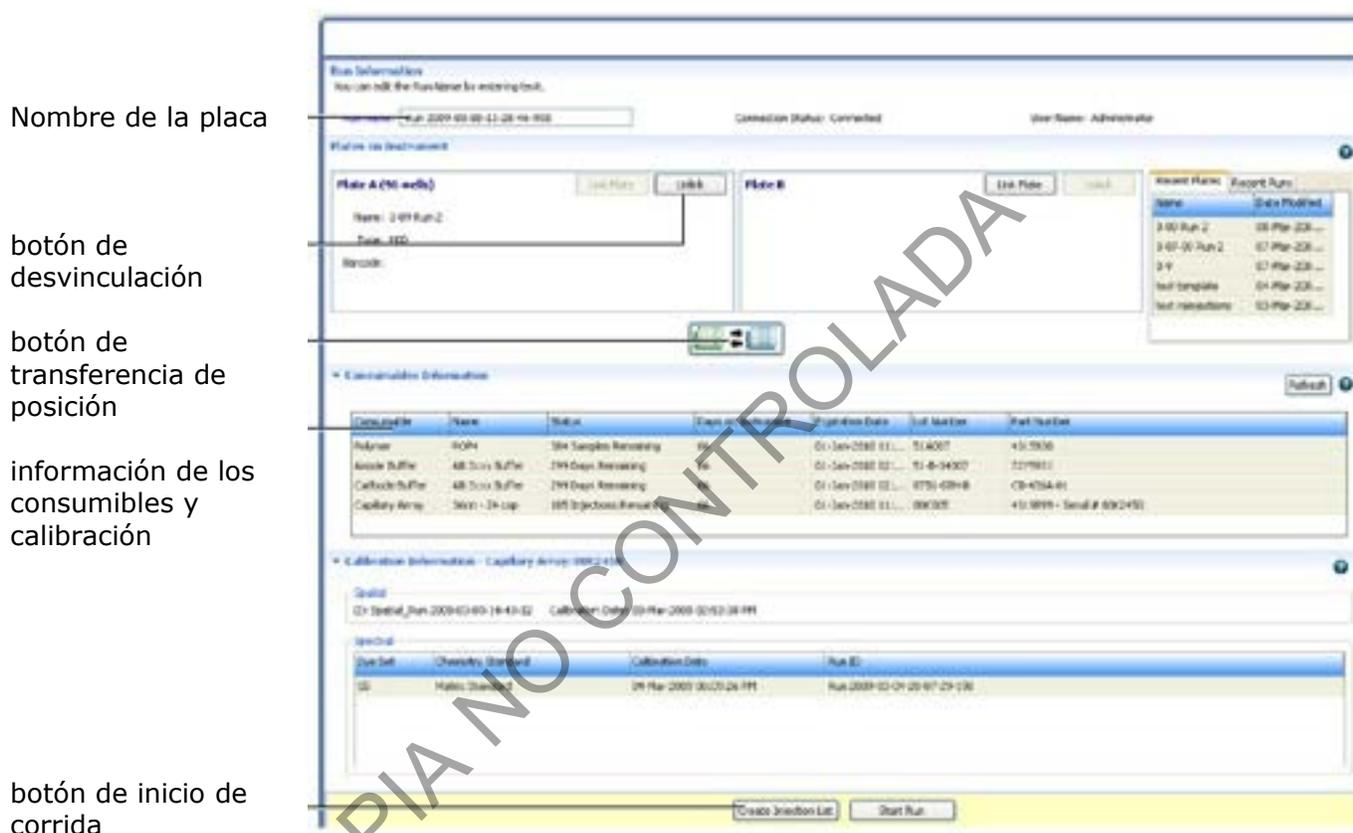

Figura 37. Información de equipo pre inicio de corrida.
7.16.4 También se puede realizar la vinculación de la placa de la siguiente manera. Desde la pantalla "**Workflow**", se puede observar en la parte derecha, la lista de placas recientes. Busque la placa de interés, selecciónela y arrástrela con el mouse desde la derecha de la pantalla hasta la posición A o B, según corresponda. (ver figura 37)
7.16.5 Presione el botón de "**Start Run**", ubicado en la parte inferior de la pantalla "**Workflow**" con lo que el equipo iniciará el proceso de electroforesis (ver figura 37).